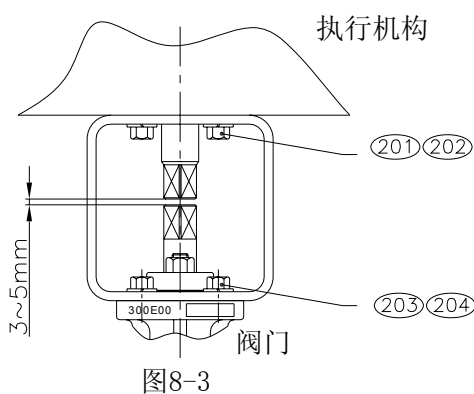

图8-3
- 将紧固连接件 (205) 的内六角螺栓 (206) 和弹簧垫圈 (207) 用内六角扳手松开后，拆下连接件，如图 8-3 所示状态。
- 如图 8-3 所示，将六角头螺栓 (201) (203) 松开后，就可以将执行机构、支架、本体部分离。